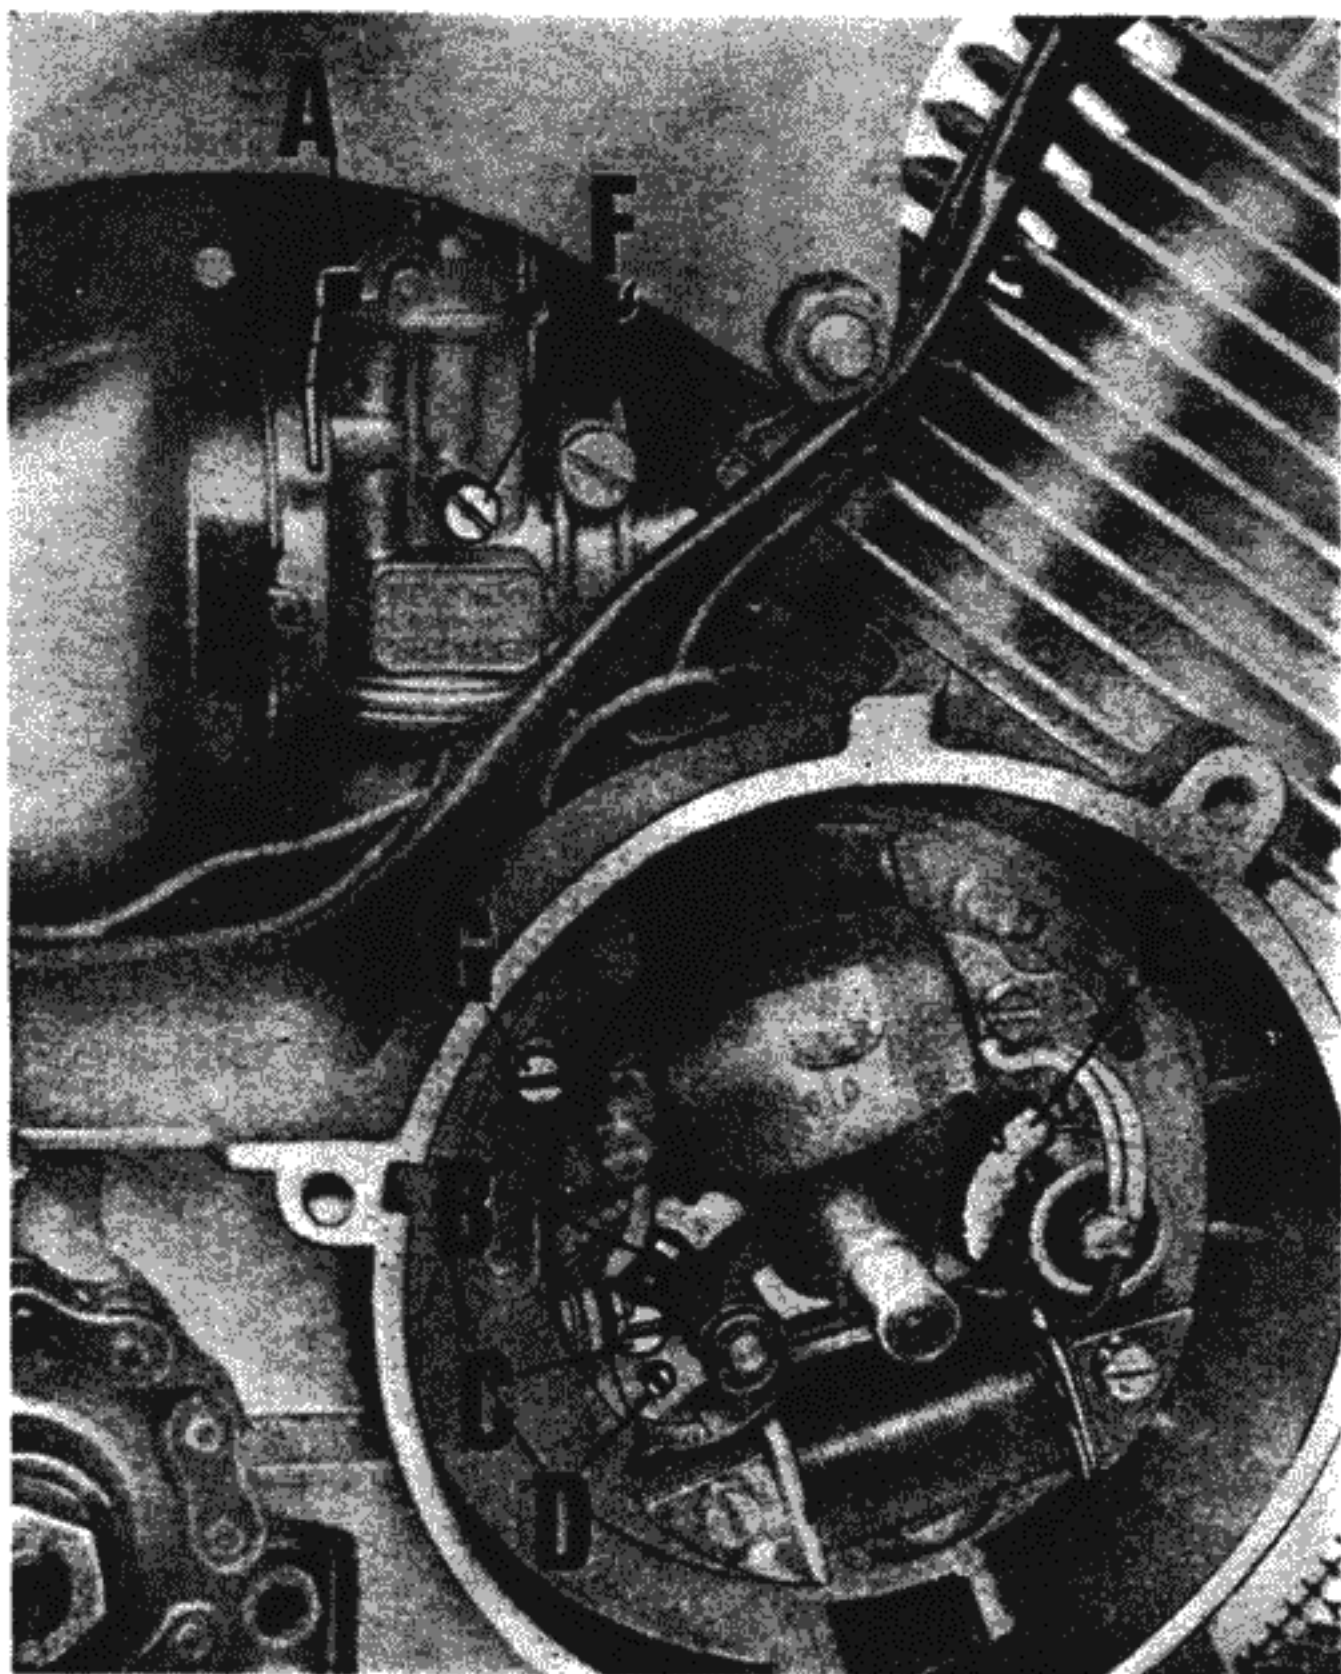

Fig. 10
- Abbassare, a motore freddo in posizione orizzontale la leva dell'aria sul carburatore (A di fig. 10).
N.B. - A motore avviato, ruotando completamente il comando gas verso chi guida, la leva dell'aria sul carburatore (A di fig. 10) ritorna automaticamente nella posizione normale (quasi verticale).
L'aria è comandata mediante levetta posta sul lato destro del carburatore (vedere A di fig. 10).
Avvitare la vite di regolazione (F di fig. 10) fino ad ottenere il numero di giri più alto possibile, senza che il veicolo incominci a muoversi.
(Vedere fig. 10)
**N.B.** - Nella fig. 10 il volano appare smontato; lo smontaggio è stato effettuato al solo scopo di poter mostrare con maggior chiarezza quali sono le parti da lubrificare e da registrare la manutenzione di queste parti viene eseguita attraverso le finestre del volano, ruotandolo opportunamente.
Se l'apertura dei contatti avviene prima o dopo il punto stabilito, occorrerà togliere la parte rotante del volano e spostare la parte fissa (dopo aver allentato le tre viti « G » di fig. 10) di quel tanto che necessita affinché i contatti inizino l'apertura esattamente al punto stabilito.